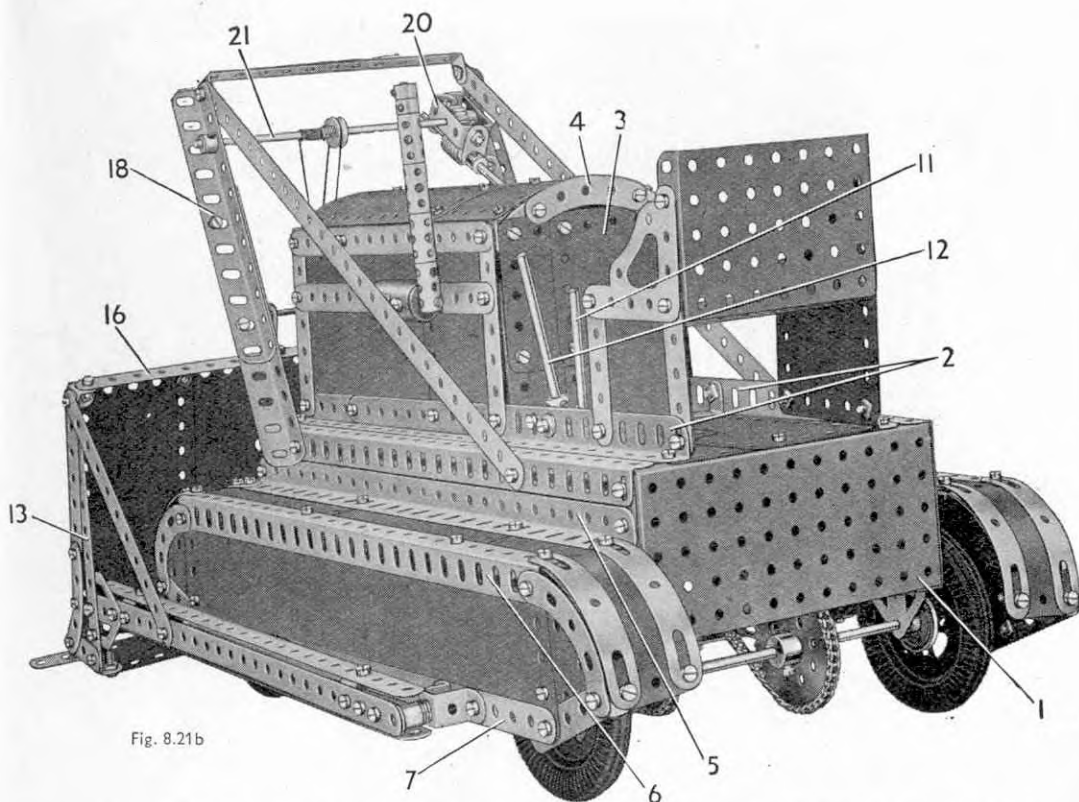

Fig. 8.21b
Les longerons du châssis sont formés par des cornières de 25 trous boulonnées le long des bords d'une plaque-bande de 25 trous. Les côtés sont réunis à chaque extrémité par les plaques à rebords de 14×6 (1). Deux cornières de 25 trous 2 sont ensuite boulonnées aux rebords comme le montre la Fig. 8.21b.